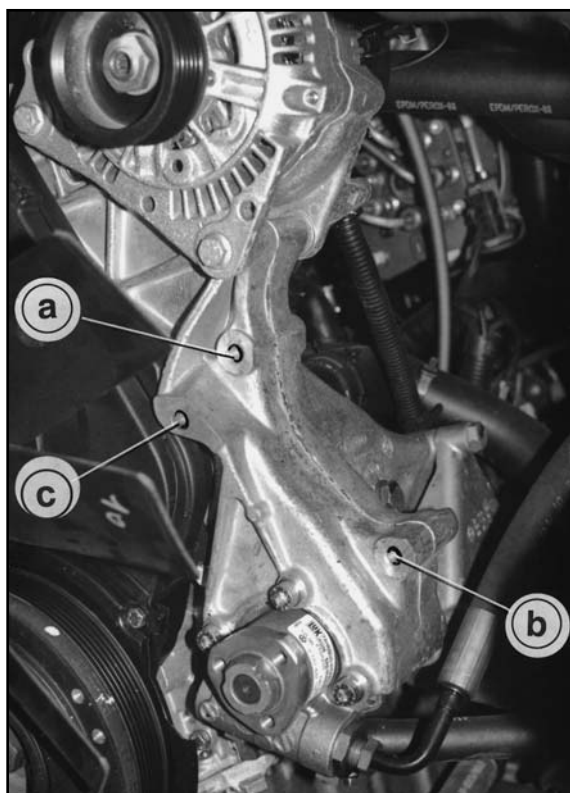

FIG. 7
- I** Fissare la puleggia galoppino «5» al foro filettato (c) indicato in fig. 7, utilizzando perno «6» ed interponendo la rondella «10». Rimontare la puleggia della pompa idroguida.
- F** Fixer la poulie de renvoi «5» au trou filé (c) indiqué sur la fig. 7 en utilisant le pivot «6» et en interposant la rondelle «10». Reposer la poulie sur la pompe de direction assistée.
- GB** Secure the guide pulley «5» to the threaded hole (c) indicated in fig. 7 by means of the pin «6» and washer «10». Reassemble the power steering pump pulley.
- D** Die Leitrollen-Riemenscheibe «5» an die gewundene Bohrung (c) befestigen, wie in der Abbildung 7 gezeigt, dabei den Bolzen «6» benutzen und die U-Scheibe «10» einführen. Die Riemenscheibe der Hydrolenkungspumpe wieder einbauen.